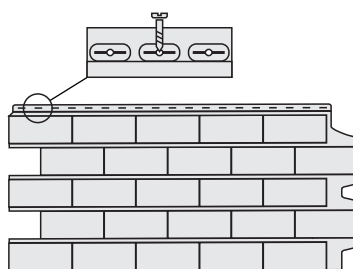

Рис. 2
3. Саморез необходимо вкручивать точно в середину специальных отверстий, но не до конца (зазор 1 мм). Это необходимо для свободного движения панели при возможных тепловых расширениях/сжатиях (рис. 2).